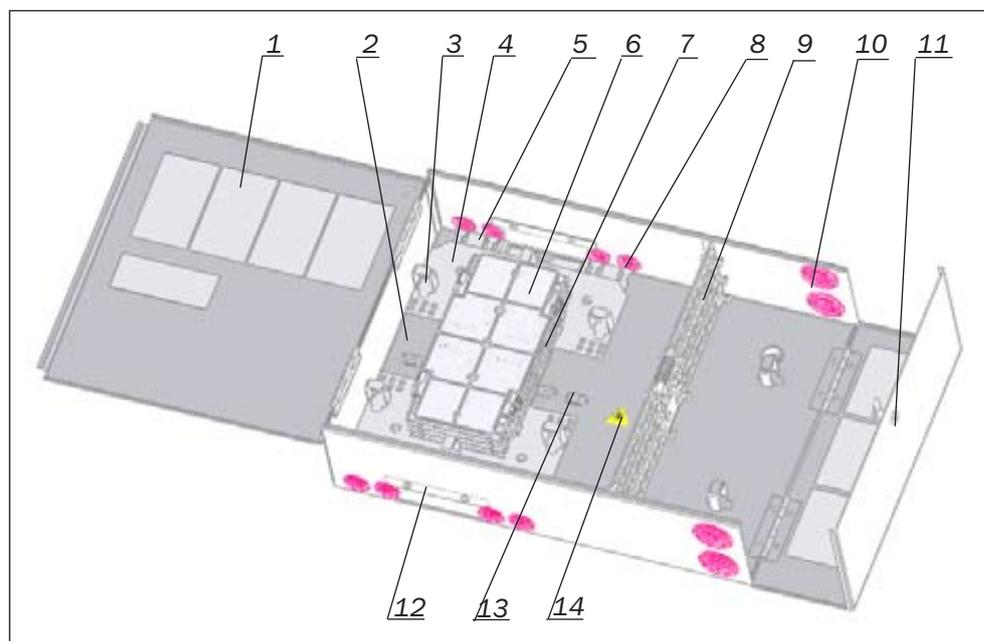

Рисунок 1.1 – Состав шкафа
5.4 Измерив штангенциркулем наружный диаметр монтируемого ОК, прорезать во вводе кабельном (*рисунок 1.1, поз.8*) монтерским ножом отверстие, соответствующее диаметру ОК.